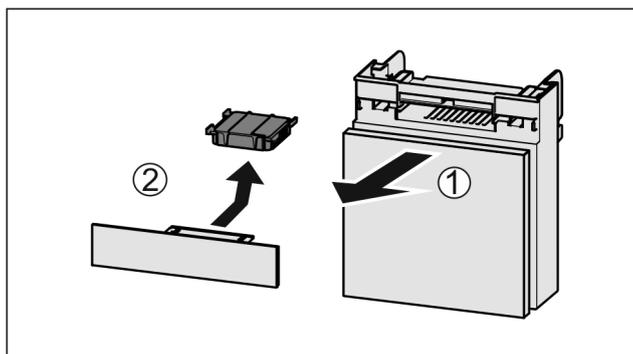

Fig. 43
- Extraire le compartiment par l'avant Fig. 43 (1).
- Sortir le filtre à charbon actif Fig. 43 (2).